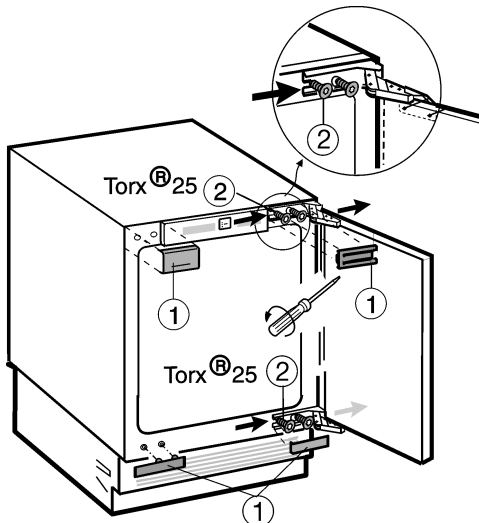

Fig. 1
- ▶ Afdekkingen Fig. 1 (1) verwijderen.
- ▶ Bevestigingsschroeven Fig. 1 (2) alleen losdraaien.
- ▶ Bevestigingsschroeven Fig. 1 (2) boven en beneden naar de andere kant verplaatsen.
- ▶ Apparaatdeur in de vooraf gemonteerde bevestigingsschroeven Fig. 1 (2) inhangen.
- ▶ Bevestigingsschroeven Fig. 1 (2) met min. 4 Nm goed vastschroeven.
- ▶ Afdekkingen Fig. 1 (1) weer monteren.